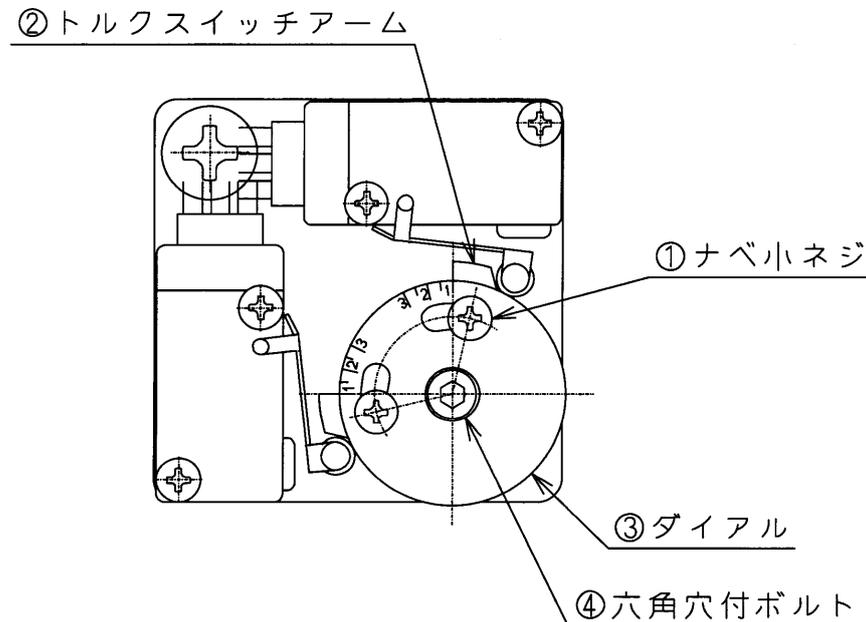

図6 トルクスイッチ
- (1) 調整時には必ず電源を切ってください。
- (2) トルク設定値の変更は、まず①ナベ小ネジを緩めます。
- (3) 設定値を増大するには、②トルクスイッチアームを③ダイヤルの目盛数字の大きい方へずらして合わせ、①ナベ小ネジを再び締付けます。
- (4) 設定値を減少させるには、(3)項とは反対に目盛数字の小さい方へずらして固定します。
- (5) トルクスイッチの設定は、図6に示すように、③ダイヤルの目盛数字に②トルクスイッチアームの直線部を合わせてください。図6は目盛1に合わせた状態を示しています。
- (6) 赤色でマークした目盛は最大トルクを超える範囲ですので、赤色でマークした範囲にトルク設定値を上げないようにご注意ください。
- (7) ④六角穴付ボルトは絶対に緩めないでください。トルクスイッチの設定に狂いが生じます。